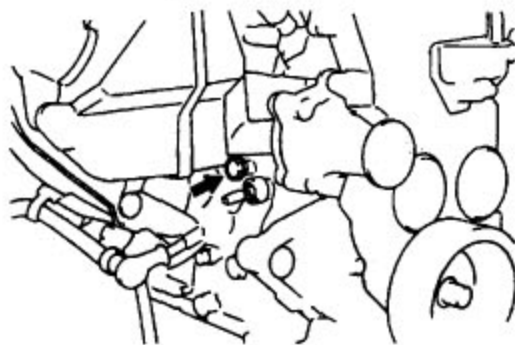

图 8-1
B). 拆下气缸体的放水阀, 排出水套中的冷却液(见图 8-1);